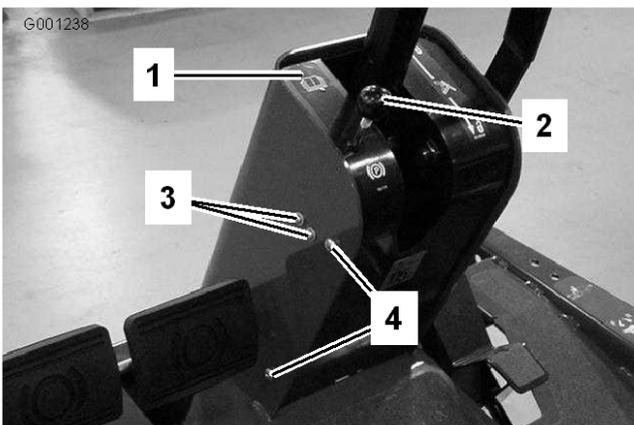

Figura 59
- Retire o botão da barra do travão de mão e os parafusos da cobertura da coluna de direcção (Figura 59).
- Desaperte os parafusos e porcas que fixam o interruptor do travão de mão ao lado esquerdo da coluna de direcção (Figura 59).